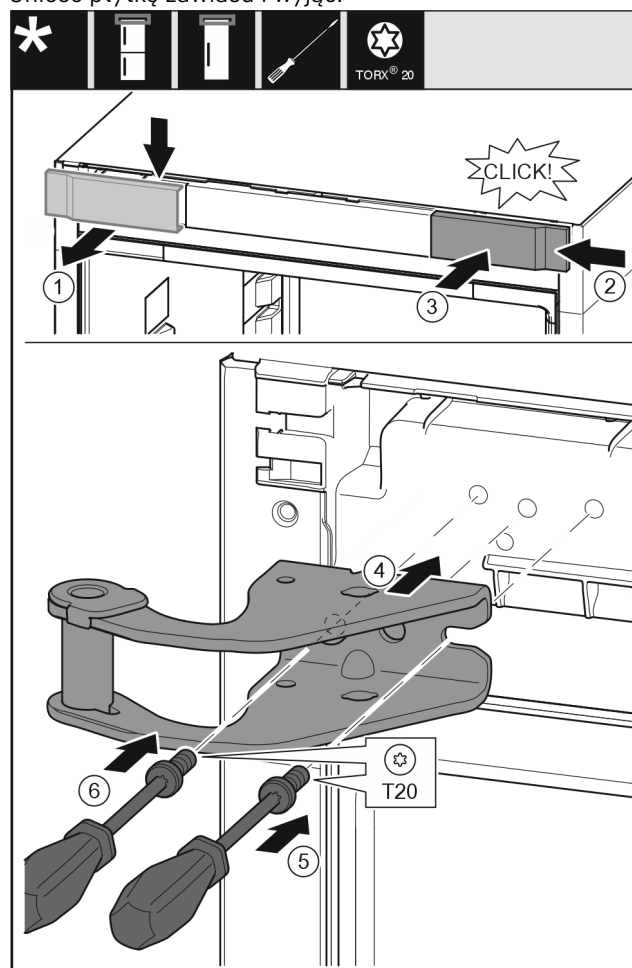

Fig. 9
- ▶ Wyjąć osłonę od góry do przodu. Fig. 9 (1)
- ▶ Osłonę obrócić o 180° i założyć z drugiej strony od prawej. Fig. 9 (2)
- ▶ Zażębić osłonę. Fig. 9 (3)
- ▶ Założyć górną płytkę zawiasu. Fig. 9 (4)
- ▶ Śrubę założyć przy pomocy śrubokręta T20 i mocno dokręcić. Fig. 9 (5)
- ▶ Śrubę założyć przy pomocy śrubokręta T20 i mocno dokręcić. Fig. 9 (6)